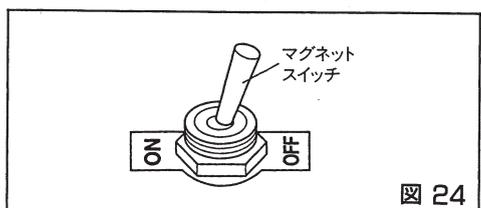

図 24
- ② マグネットスイッチをOFF(切)にしてください。(図 24)